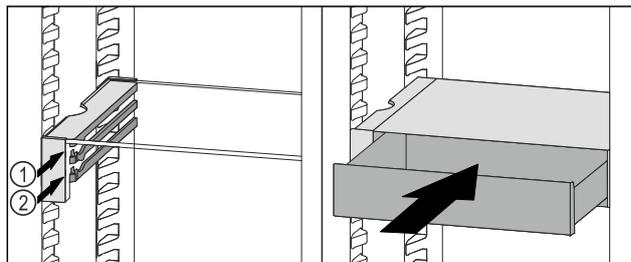

Fig. 95
- ▶ Posizionare il cassetto VarioSafe dietro i tappi sulla nervatura desiderata Fig. 95 (1) o Fig. 95 (2).